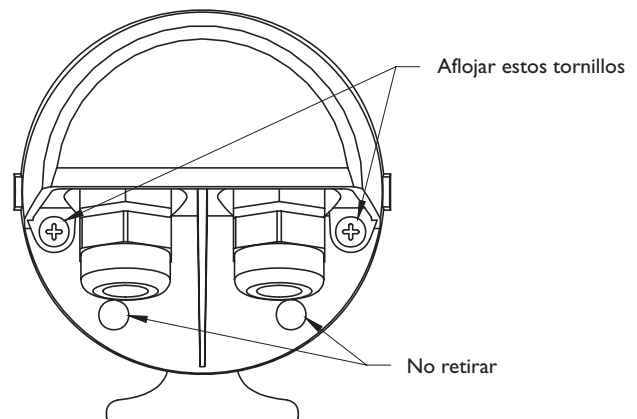

FIGURA 1: Cómo aflojar los tornillos prisioneros
1. Afloje los dos tornillos superiores situados en la parte posterior de la carcasa. Se trata de tornillos prisioneros y no se pueden extraer completamente. No retire los dos tornillos inferiores. Vea la Figura 1.